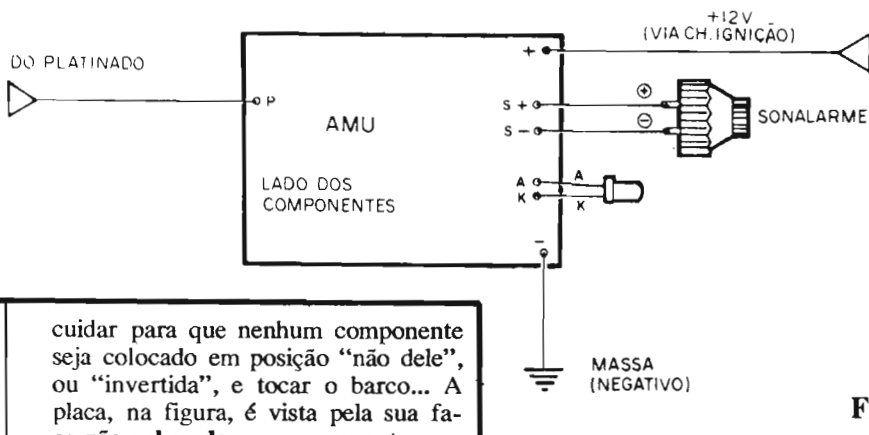

Fig.4
- **FIG. 4 - CONEXÕES EXTERNAS À PLACA** - Poucas e simples (porém todas **importantes...**) e quase todas **polarizadas**, exigindo assim uma boa dose da boa e velha... ATENÇÃO! A polaridade da alimentação (aos pontos “+” e “-”) deve ser cuidadosamente observada, de preferência usando-se fio **vermelho** para o **positivo** e preto para o **negativo**. O sinalizador piezo (“SONALARME”) também tem terminais polarizados, cuja conexão aos respectivos pontos da placa deve ser feita “respeitosamente”... Quanto ao LED, como sempre é fundamental identificar e conhecer seus terminais de **anodo (A)** e **catodo (K)**, ligando-os aos identificados pontos da placa... O